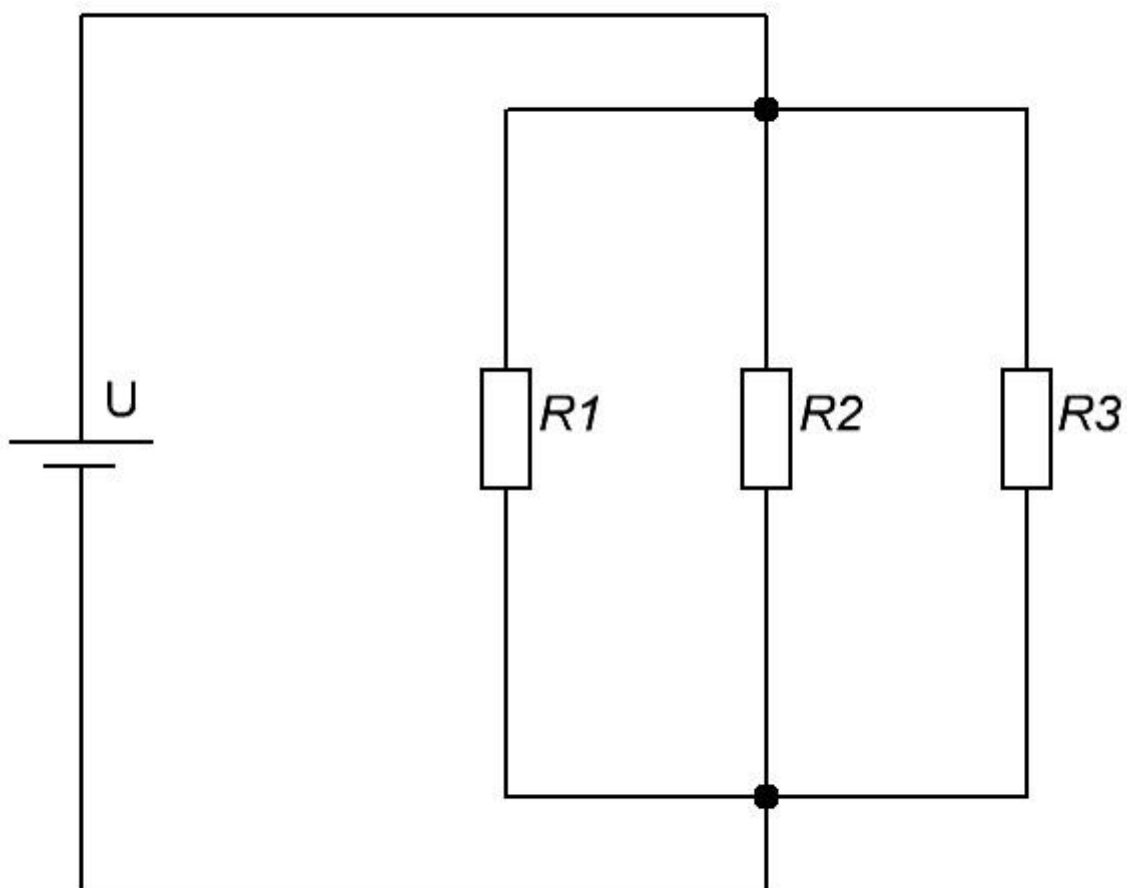

Рисунок 2. Схема электрическая принципиальная.
2.2.Собрать электрическую цепь параллельного соединения резисторов (рисунок 2)